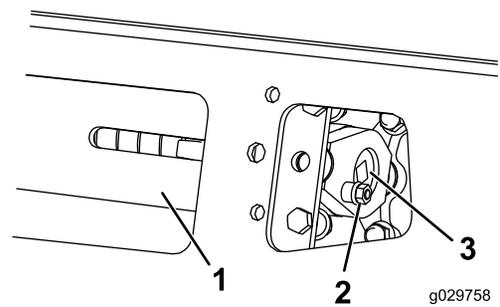
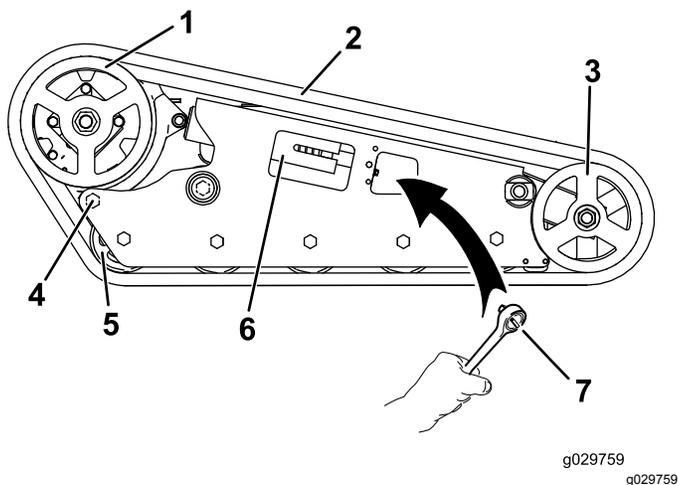

Bild 58
Bild 59
4. Entfernen Sie die Befestigungsschraube und Mutter (Bild 58).
6. Fluchten Sie die am nächsten liegende Kerbe in der Spannschraube mit dem Loch der Befestigungsschraube aus und befestigen Sie die Schraube mit der Befestigungsschraube und Mutter (Bild 58).
5. Lösen Sie die Antriebsspannung mit einer Ratsche (1/2"), indem Sie die Spannschraube nach rechts drehen (Bild 58 und Bild 59).
- Lösen Sie die hintere Schraube in der Nähe des Antriebsrads (Bild 59).
- Wenn Sie die Kette vom Vorderrad entfernt haben, entfernen Sie sie vom Antriebsrad und den Straßenrädern (Bild 59).
- Legen Sie die neue Kette, beginnend beim Antriebsrad, um das Kettenrad und stellen Sie sicher, dass die Stollen an der Kette zwischen die Distanzstücke am Kettenrad passen (Bild 59).
- Drücken Sie die Kette unter und zwischen die Straßenräder (Bild 59).
- Drehen Sie die Spannschraube mit einer Ratsche (1/2") nach links, bis die Spannschraube ganz eingeschraubt ist (Bild 58).
- Entfernen Sie die Befestigungsschraube und Mutter (Bild 58).
- Lösen Sie die Antriebsspannung mit einer Ratsche (1/2"), indem Sie die Spannschraube nach rechts drehen (Bild 58 und Bild 59).